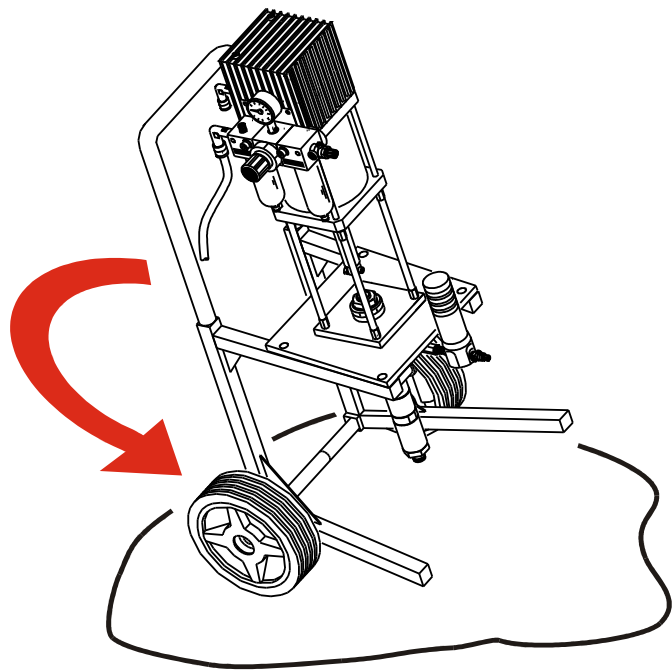

Fig.36
2) Controllare che la pompa sia in posizione stabile in modo da evitare il rovesciamento (fig.36).